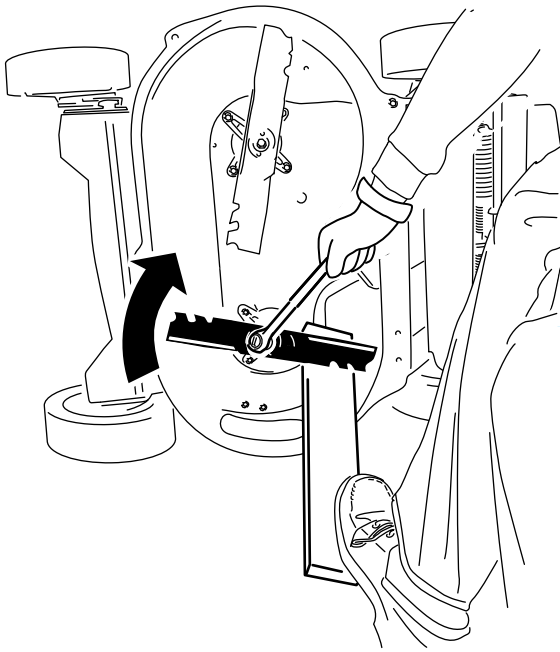

Figura 42
2. Fissate ogni lama con una tavola e ruotate in senso antiorario con una chiave torsiometrica come mostrato in Figura 42; serrate il bullone della lama a 82 N·m (60 ft·lb).